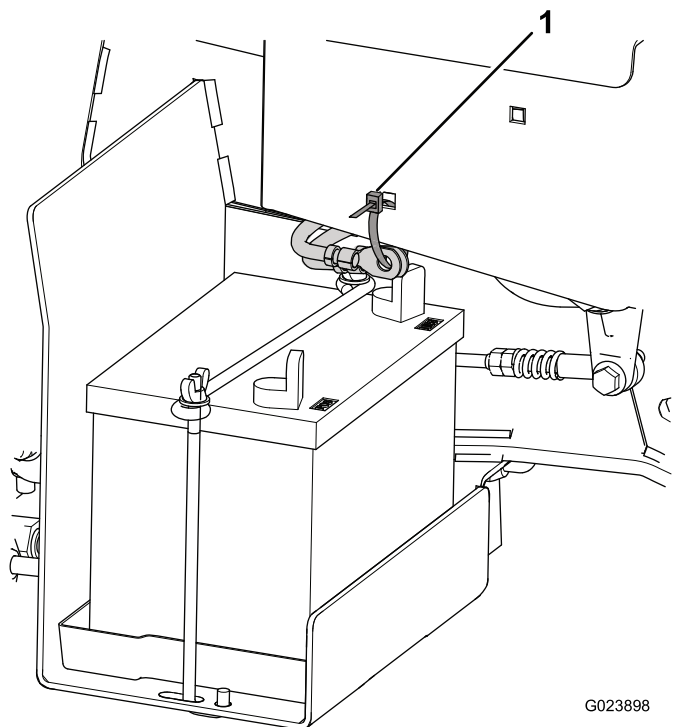

Figure 4
1. Coupez l'attache-câble qui retient câbles de la batterie sur le cadre, et mettez-le au rebut (Figure 4).